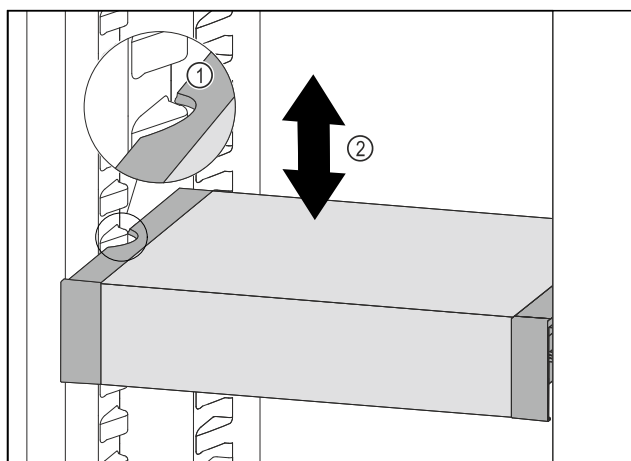

Fig. 98
- Fig. 98 (1)
- Déplacer le VarioSafe vers le haut ou vers le bas dans la partie réfrigérateur jusqu'à ce que la hauteur souhaitée soit atteinte. Fig. 98 (2)